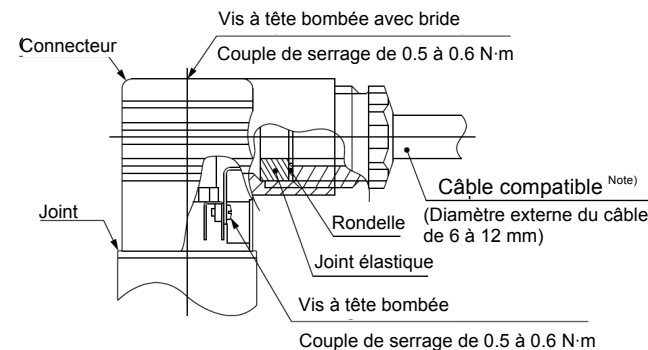

Figure 10
- Serrez les vis et les raccords au couple recommandé sur la Figure 10.